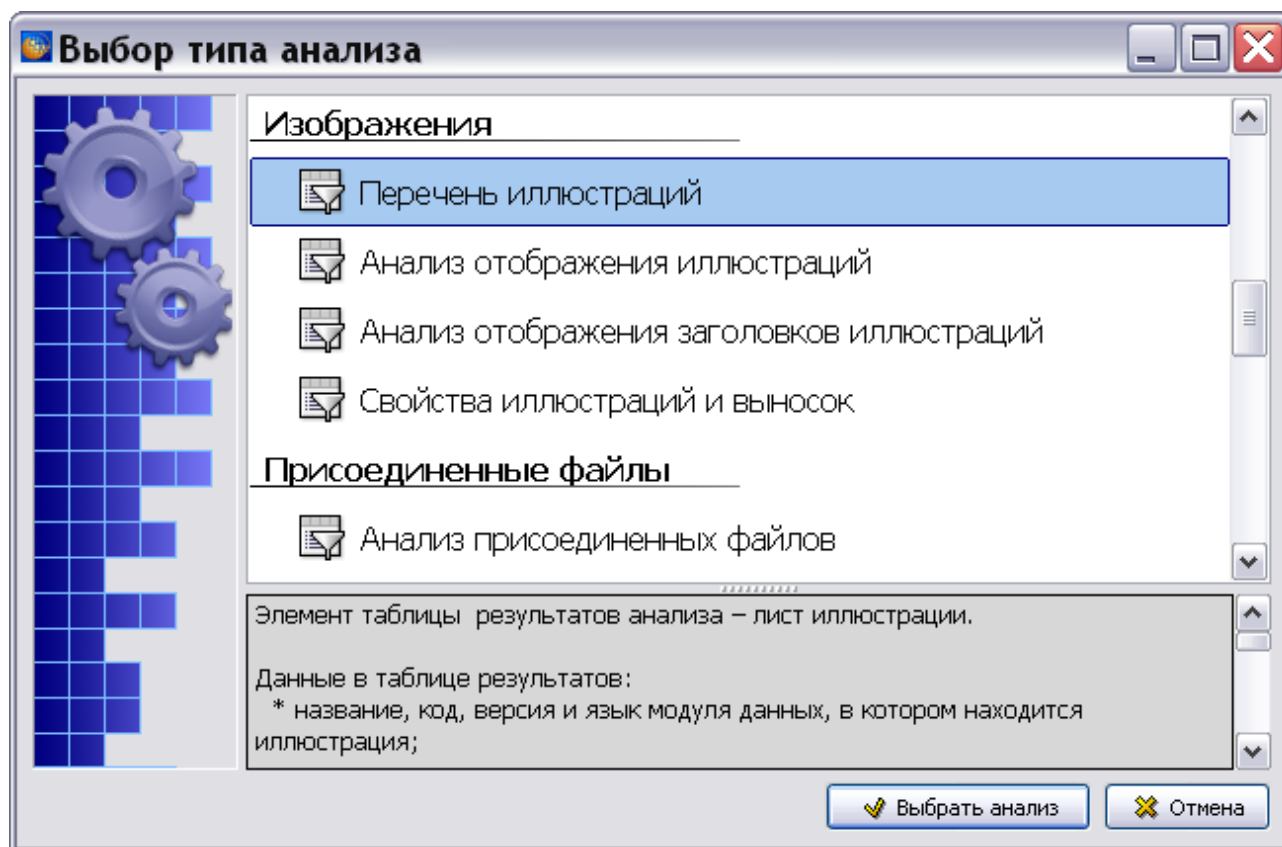

Рис. 21.130
1. В окне **Выбор типа анализа** выберите тип анализа «Перечень иллюстраций» (Рис. 21.130).